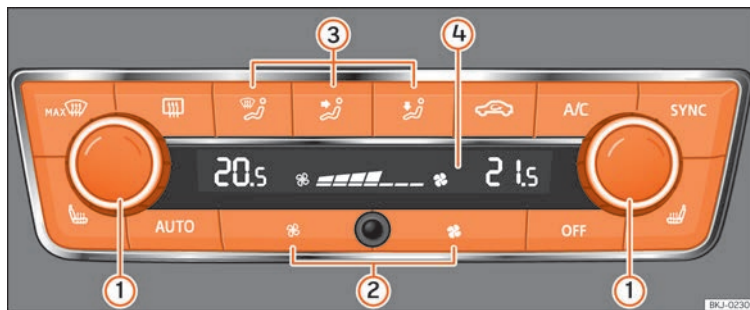

Fig. 172 Climatronic: elementi di comando.
- Azzerare la potenza della ventola »» **fig. 172 ②** o premere il tasto **OFF**.
- Premere il tasto **AUTO** »» **fig. 172**.
- Quando si accende il quadro, è possibile usare il comando **(1)** >>> **fig. 172** per regolare la temperatura interna desiderata.
- Premere il tasto **MAX**  >>> **fig. 172**.